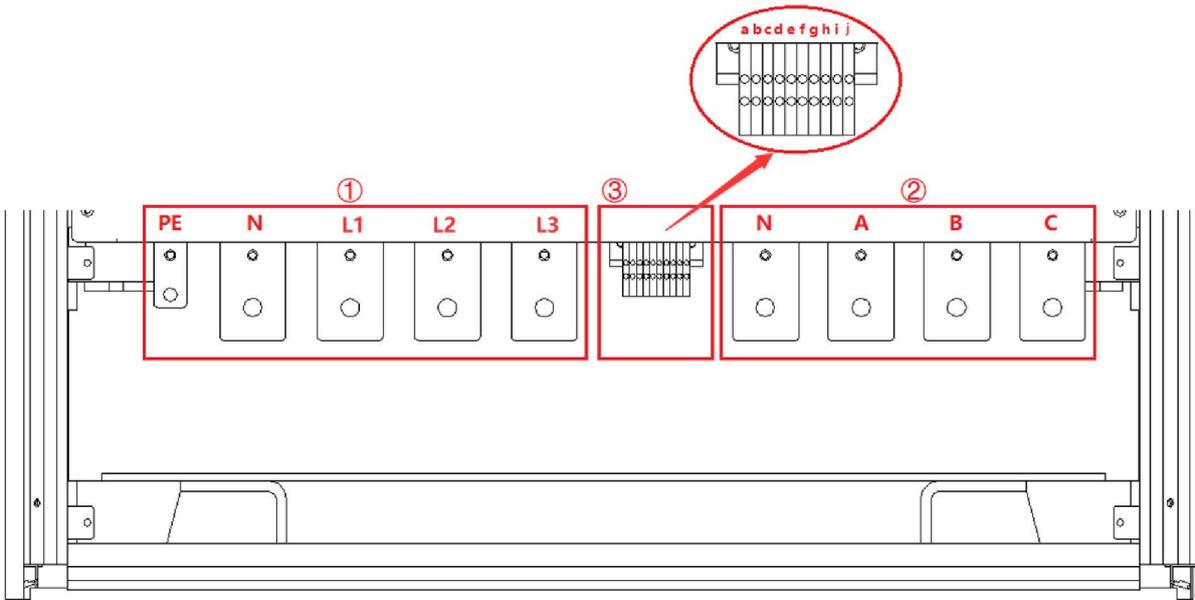

图 1-17
外部急停接口位于设备内部接线层-③：c, d (如图 1-17)。